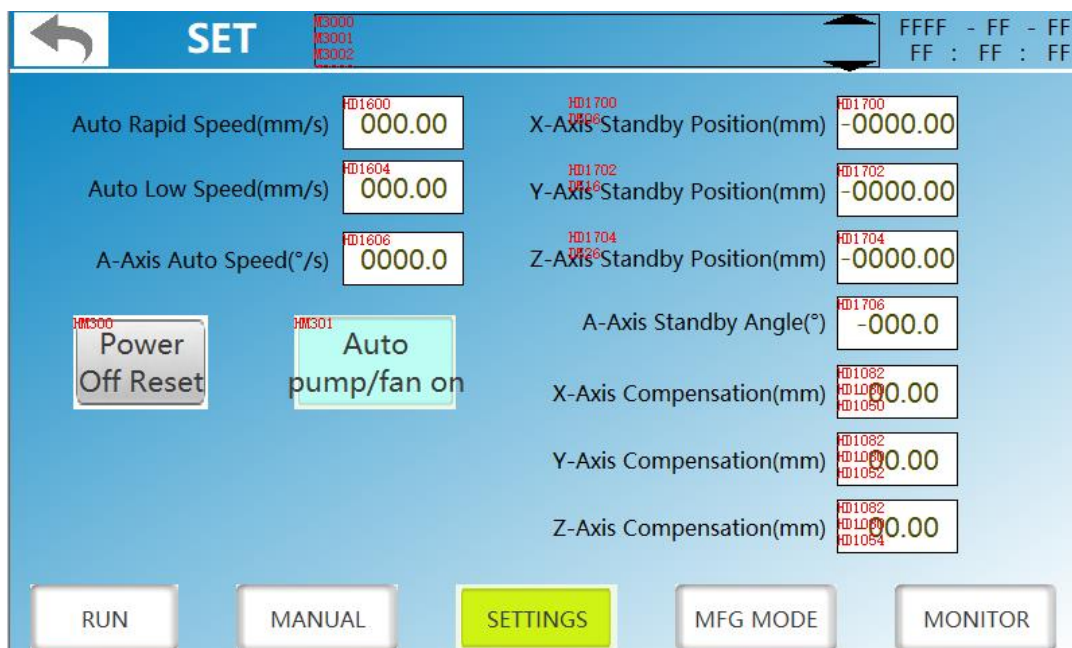

Рисунок 1
1. Настройка параметров (Рисунок 1)